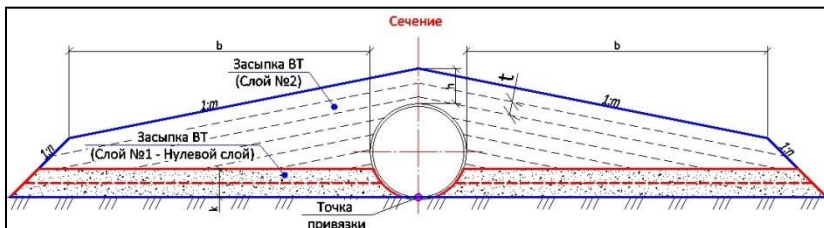

Рис. 28.19
- ✓ **горизонтальная двухслойная** – нижний слой (нулевой) отсыпается горизонтально, тип засыпки применяется для труб из гофрированного металла (рис. 28.19);